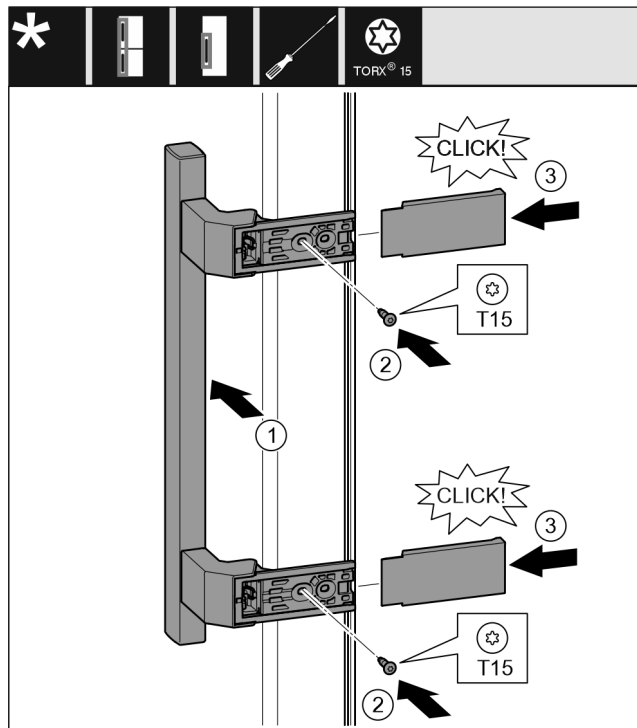

Fig. 20
- Pielieciet rokturi pretējā pusē. Fig. 20 (1)
- Pieskrūvējiet skrūves ar skrūvgriezi T15. Fig. 20 (2)
- Pielieciet un uzbīdīet sānos pārsegus. Fig. 20 (3)